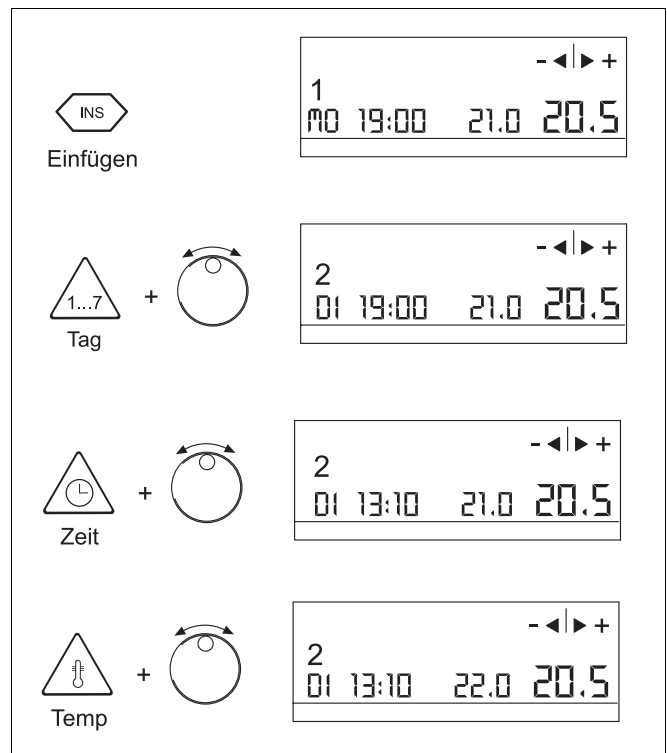

Abb. 10 Einfügen eines Schaltpunktes zu beliebiger Zeit
- ▶ Taste „INS“ (Abb. 10) drücken und wieder loslassen. Die Temperaturanzeige blinkt.